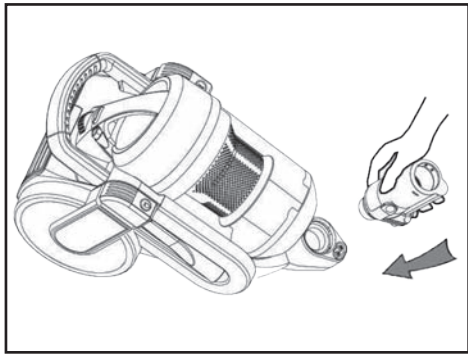

Fig. 1
1. Inserte la manguera flexible (fig. 1) en el orificio de entrada del cuerpo del aspirador. Asegúrese de que las piezas proyectadas sobre la manguera estén alineadas. Introduzca la manguera en la unidad, presionándola hasta que quede bloqueada mediante un "clic".